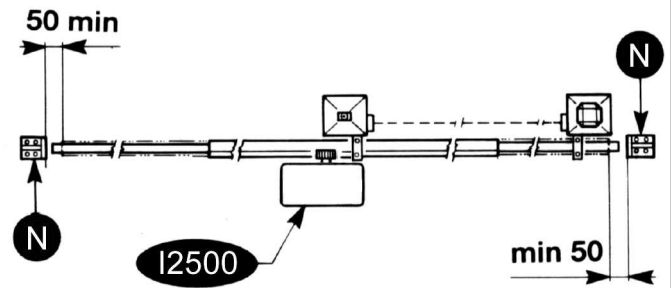

FIG. 2
- Ausser der elektrischen und mechanischen Endschalter, die mit der Steuerung verbunden werden ist es ratsam einen festen Endanschlagpunkt am Boden zu befestigen. Der im gegebenen Fall einer Fehlfunktion der elektronik den Antrieb mit seinen kinetischen und statischer Groesse zum halten bringt (N)(Fig. 2).
Es ist notwendig, am Ende der Fühung zwei mechanische Stoppvorrichtungen zu befestigen (N) (Fig. 2).